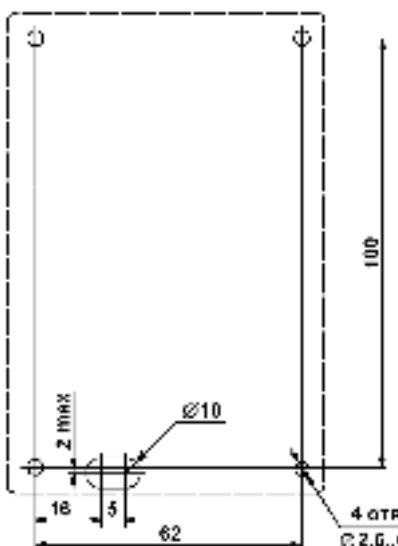

Рисунок 20 – Крепление контроллера (установочные размеры)
- 2) Прорезать в стене канал для укладки кабеля контроллера (п. 2, поз. 2), или выполнить в лицевой панели стены отверстие (рисунок 20) для протяжки кабеля;